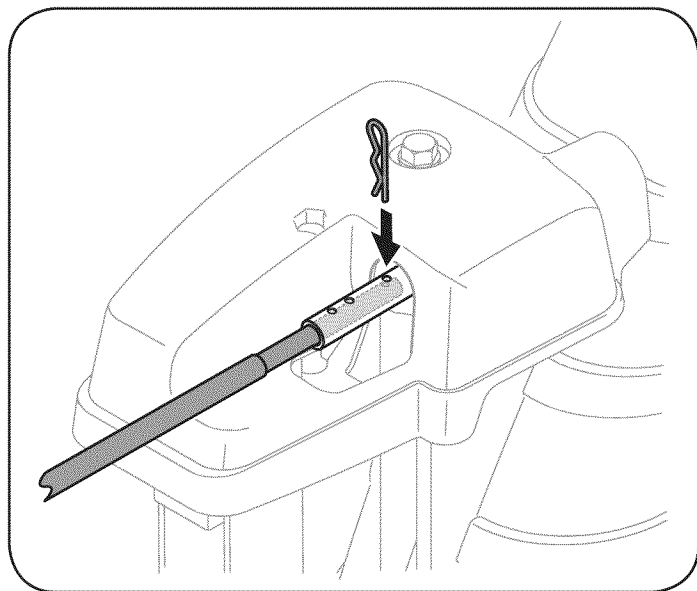

Figura 17
2. Pulse en la barra de control del canal hasta que el agujero en el que se alinee con el tercer hoyo en el conjunto de la rotación de canal. Ver la Figura 17.
3. Vuelva a insertar el pasador a través de este agujero y la barra de control del canal, como se muestra en la Figura 17.